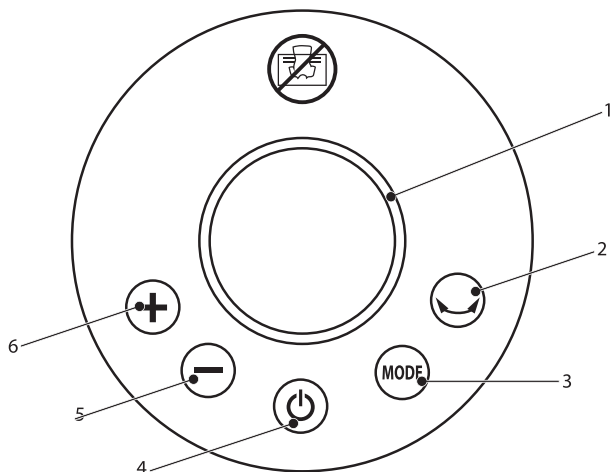

Рис. 2
3. Нажмите кнопку включения **4** на панели управления (рис. 2).
4. Выберите режим работы тепловентилятора, нажав на кнопку **MODE** на панели управления (рис. 2).
6. При необходимости равномерного прогрева помещения нажмите кнопку режима осцилляции (вращения) 2 (рис. 2).
7. Для установки таймера выключения зажмите кнопку MODE на 5 секунд, с помощью кнопок 5 и 6 выберите количество часов, через которое будет выключен обогрев. Настройка завершится после 3 мерцающий дисплея (рис. 2).
2. Нажмите кнопку выключения 4 на панели управления (рис. 2). Вентилятор продолжит обдув на протяжении 30 сек. для охлаждения нагревательного элемента, после чего устройство выключится.